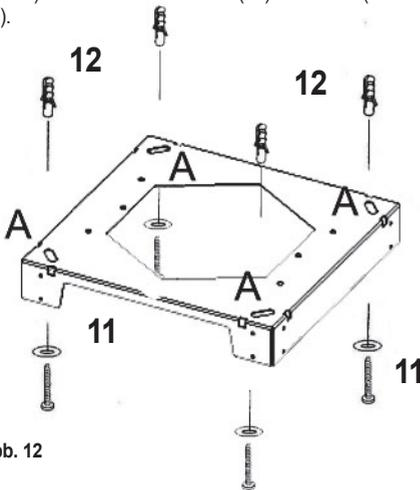

Abb. 12
An den so markierten Stellen der Decke die Bohrungen (8 mm) vornehmen und Dübel (12) einsetzen (Abb. 12, 13).
Befestigen Sie nun die Deckenplatte (6) mit vier Schrauben (11) und Unterlegscheiben in den Dübeln an der Decke. Das Befestigungsmaterial befindet sich im mitgelieferten Zubehörbeutel (Abb. 12).